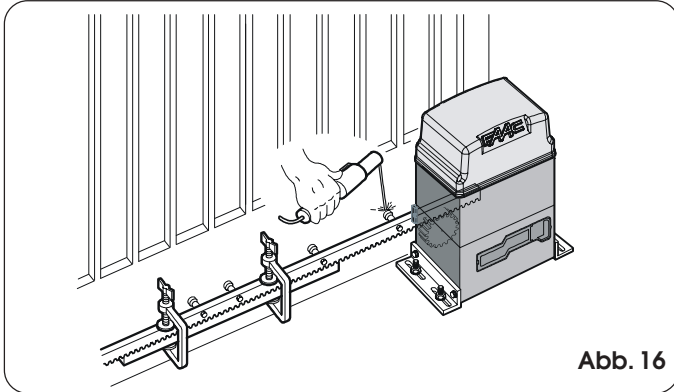

Abb. 16
- 5) Ein weiteres Element der Zahnstange an das vorherige Element anlegen, um die Verzahnung der beiden Elemente in Phase zu bringen. Dabei wird ein Stück der Zahnstange, wie in Abb. 16 gezeigt, verwendet.
- 4) Ein weiteres Element der Zahnstange an das vorherige Element anlegen, um die Verzahnung der beiden Elemente in Phase zu bringen. Dabei wird ein Stück der Zahnstange, wie in Abb. 16 gezeigt, verwendet.